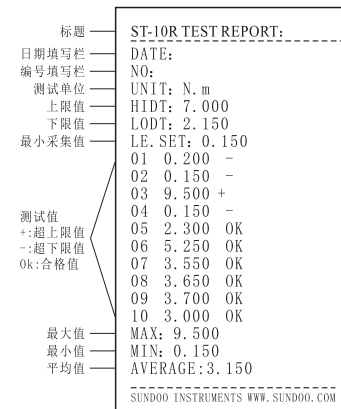

图 8
- 2、当RS-232串口输出模式设置为Pr.2时，为输出至微型打印机打印储存的10组测试报告。按下“”键，屏幕“Print”闪烁，同步打印出测试报告，打印样张（如图8）；